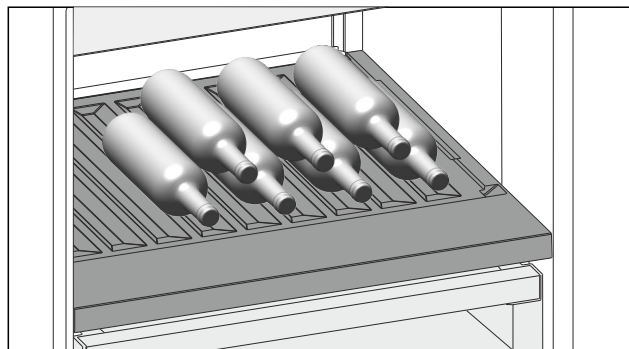

Fig. 145
- ▶ Fľaše vkladajte dnom dozadu k zadnej stene. (pozri Fig. 145)